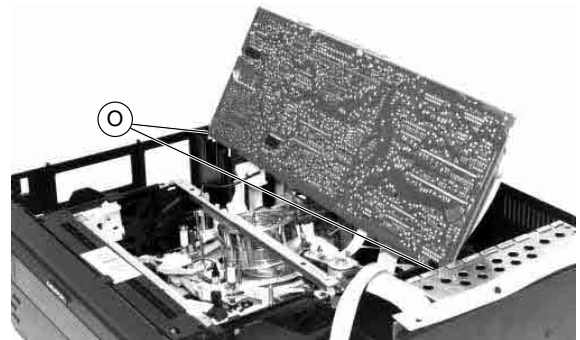

Fig. 7
Chassisplatte in die vorgesehenen Aussparungen (O) stecken (Fig. 7).
Insert Family Board into the cut-outs provided (O) (Fig. 7).